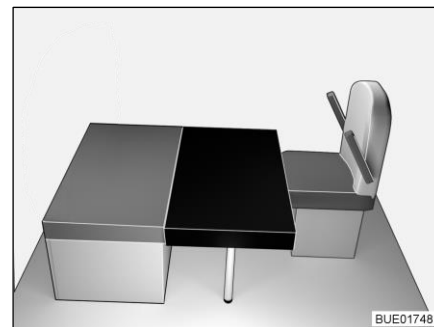

Fig. 161 Después de la transformación
- Colocar el cojín adicional cuadrangular en la mesa (delante del cojín del asiento del banco, véase Fig. 161). En esto, el recorte en el cojín adicional se encuentra en la pared de apoyo delantera.